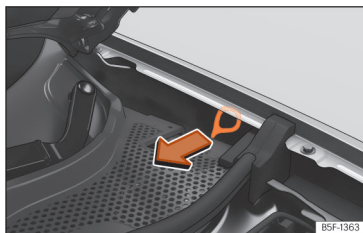

Fig. 63 Entre la aleta izquierda y la bisagra del capó del motor: Tirador para el desbloqueo manual de emergencia del conector de carga.
El tirador para el desbloqueo manual de emergencia se encuentra en el lado izquierdo del vano motor, encima de la toma de carga »» fig. 63.
- Tire del tirador »» fig. 63.